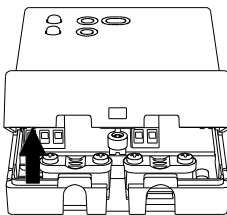

Fig. 3
- 3 Girar la tapa cables ejercitando una leve presión hasta extraerla completamente. (Fig. 3).
- 10 orificio ubicado en el lado inferior de la tapa cables (Fig.3) Configurar el dispositivo como indicado en "Configuración"